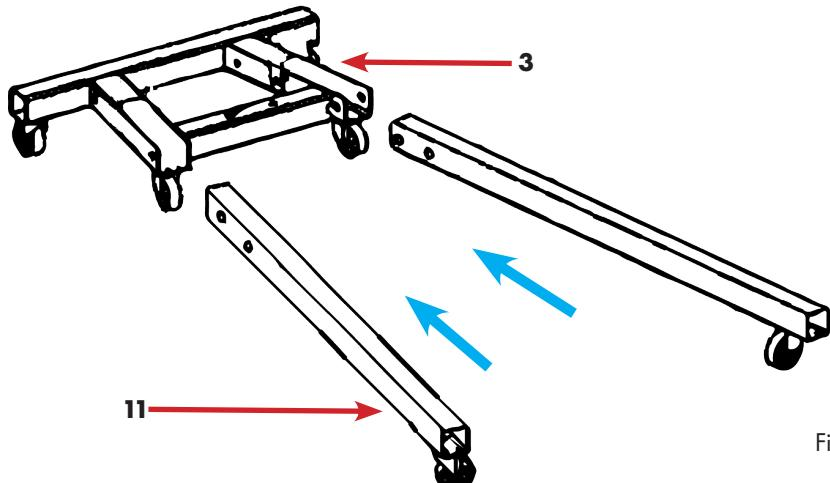

Fig.9
- Faites glisser une jambe de support dans le logement correspondant du support π jusqu'en butée, fig.9.
Légende des figures 9 et 10 (voir aussi page 15, figure 2 et tableau 1)